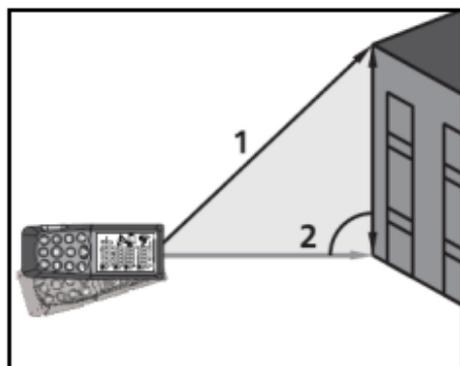

Fig. 9: Ejecución de la medida Indirecta a 2 puntos
3. Posicione el instrumento en el punto más alto (1) de la medida (vea la Fig. 9) y pulse la tecla  o la tecla lateral **MEAS** para realizar la medida. El resultado se muestra en la primera pantalla parcial. El símbolo “” se muestra en pantalla con el lado “2” parpadeante
4. Posicione el instrumento lo más horizontal posible (2) con respecto a la medida (vea la Fig. 9) y pulse la tecla  o la tecla lateral **MEAS** para realizar la medida. El resultado se muestra en la segunda pantalla parcial.
5. El valor final del resultado (obtenido como  $\sqrt{(1)^2 - (2)^2}$ ) se muestra en la pantalla resultante